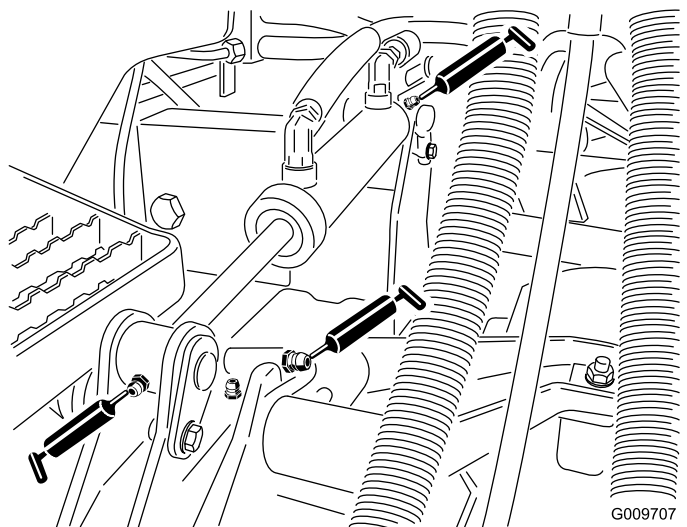

Figura 26
- Boccole (1 per piatto di taglio) del braccio di sollevamento (**Figura 26**).
- Boccole (2 per piatto di taglio) del cilindro di sollevamento (**Figura 26**).